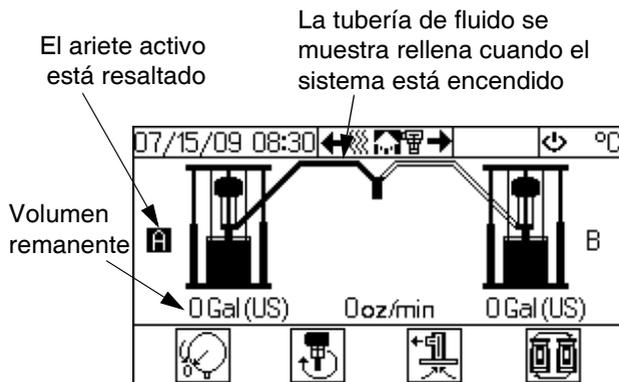

FIG. 10: Pantalla de funcionamiento del ariete
- Vea la FIG. 10. La pantalla de funcionamiento del ariete muestra qué ariete (A o B) está activo y cuánto volumen remanente hay en cada bidón. La tubería de fluido se muestra rellena, indicando que el sistema está encendido.